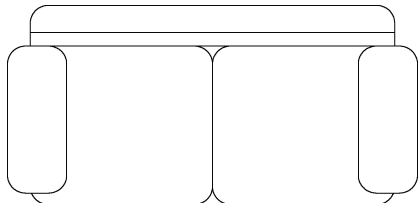

图 4-36 圆角处理
3) 在功能区单击“常用”选项卡→“修改”面板→“圆角”按钮, 按照如图 4-36 所示将沙发扶手、靠背等位置做圆角处理, 圆角半径设为 80。